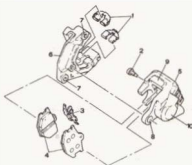

Bild 226
Die Scheibenbremse der YAMAHA DT 80 LC/2 ist als Schwimmsattelbremse ausgeführt. Aus Bild 226 ist zu erkennen, dass der mit dem Kolben bewehrte Teil der Bremse schwimmend (drehend) in dem Teil der Bremse gelagert ist, der mit dem Gabelholm fest verbunden ist. Das Anpressen des äußeren Bremsklötzes gegen die Bremscheibe erzwingt eine Bewegung des schwimmenden Sattels. Diese Bewegung führt auch den inneren Bremsklötze an die Scheibe heran. Nach Aufhebung des Lufspiels drücken beide Bremsstöße mit gleicher Kraft gegen die Bremscheibe und klemmen diese zwischen sich ein. Die dabei entstehende Reibkraft wirkt der Drehrichtung des Rades entgegen, führt also zur Abbremsung des Fahrzeugs. Die vom Fahrer ausgeübte Handkraft wird über den Bremshebel, mechanisch auf etwa den fünffachen Wert verstärkt, dem Geber-Zylinder (Hauptbremszylinder) zugeführt. Bei kräftiger Betätigung des Handhebels können Drücke bis zu 100 bar in den beiden Zylindern und in der Verbindungsleitung wirksam werden. Der verhältnismäßig kleine Kolben im Geber-Zylinder (etwa 1,54 cm² Flächeninhalt) setzt die im hydraulischen System befindliche Bremsflüssigkeit unter Druck, der sich ohne zeitliche Verzögerung im gesamten System (Geber-Zylinder, Bremsleitung, Radbremszylinder) ausbreitet.
- Führungsschraube 17 in Bild 226 lösen (18 Nm) und ausbauen.
- Links und rechts von der Bremsscheibe liegen die Bremsklötze frei, lediglich vom feststehenden Teil des Bremssattels (13) und den Federn (10) gehalten. Bremsklötze darf abnehmen.